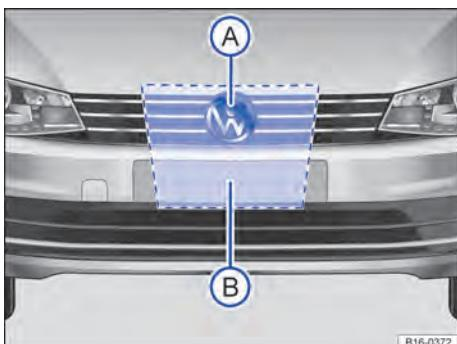

Fig. 122 Na grade do radiador, atrás do logo VW: sensor do radar **(A)** e área que deve ser mantida livre em volta do sensor do radar **(B)**.
Para a detecção da situação do trânsito, está instalado um sensor do radar → **Fig. 122 (A)** na grade do radiador atrás do logo VW.
A área frontal e ao redor do sensor do radar → Fig. 122 B) não deve ser coberta por etiquetas adesivas, faróis extras, moldura decorativa das placas de licença ou coisas semelhantes, porque isso pode comprometer a função do ACC.